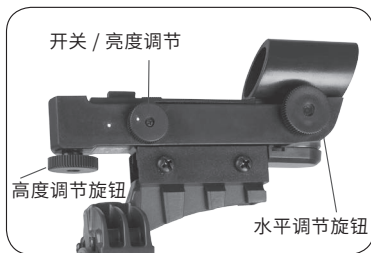

图 2-9 红点寻星镜
1. 按下开关“on”，开启红点寻星镜电源。（见图 2-9）